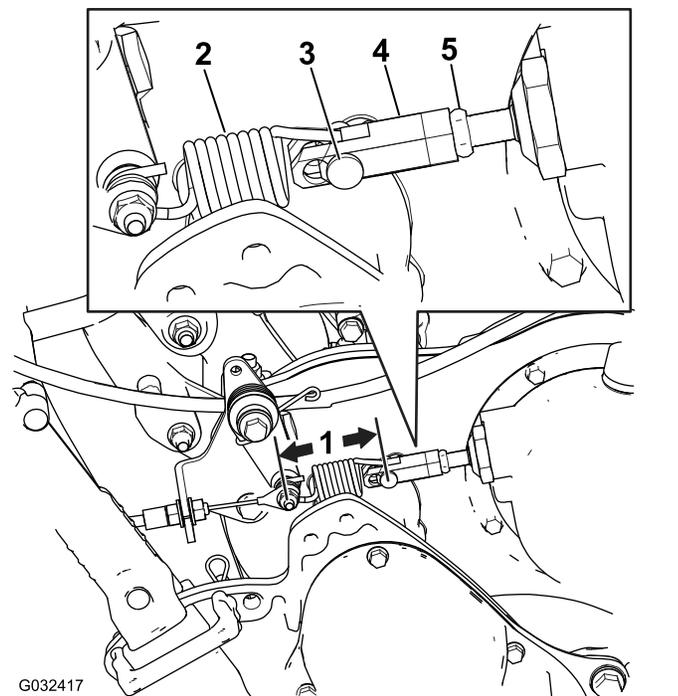

Figura 48
2. Meça a distância do pino de segurança em qualquer extremidade da mola de controlo de tração (Figura 48); se não estiver entre 7,3 e 7,6 cm, ajuste a embraiagem de acordo com os passos abaixo.
- B. Desaperte a porca de retenção no tensor e retire o passador de forquilha, desligando a mola do tensor (Figura 48).
- F. Meça a distância do pino de segurança em qualquer extremidade da mola de controlo de tração (Figura 48); repita os passos A a F até que fique entre 7,3 e 7,6 cm.